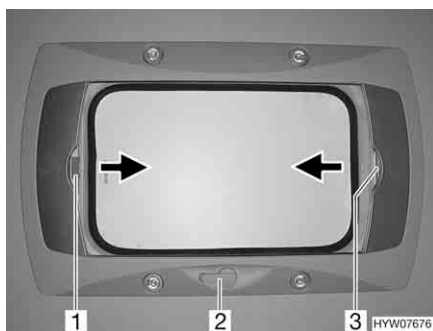

Fig. 31 Oblò a manovella
- Apertura:** ■ Ruotare la manovella (Fig. 31,2) fino a quando non si incontra resistenza.
- Chiusura:** ■ Tirare la tendina oscurante pieghevole per la maniglia (Fig. 31,3) nella direzione della freccia fino alla posizione desiderata e rilasciare. La tendina oscurante pieghevole rimane in questa posizione.
- Tirare la zanzariera a rullo per la maniglia (Fig. 31,1) nella direzione della freccia verso la maniglia contrapposta della tendina oscurante pieghevole (Fig. 31,3) e farla innestare.
- Tirare la maniglia della zanzariera a rullo (Fig. 31,1) dietro, verso l'alto, e sganciare la zanzariera a rullo dalla tendina oscurante pieghevole (Fig. 31,3).